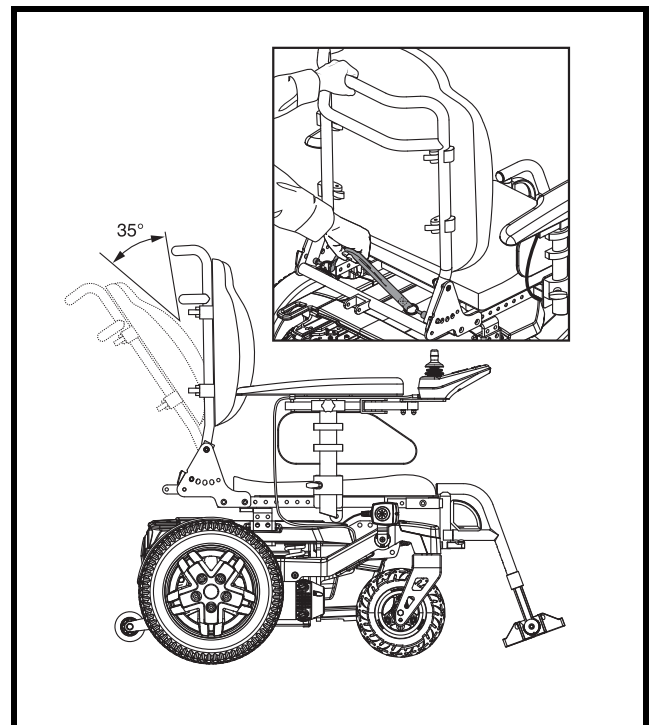

Figure 12. Siège à dossier inclinable
1. Tirez sur la courroie située au bas du dossier. Voir la figure 12.